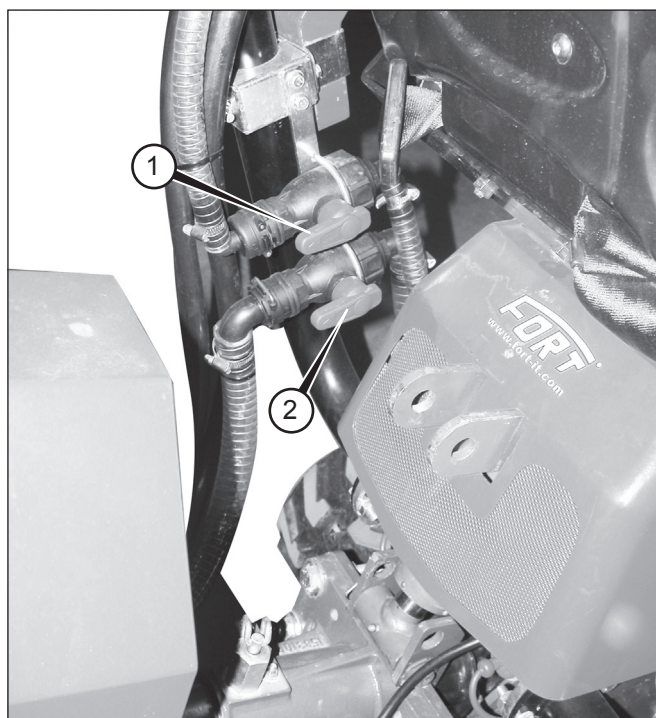

Fig. 14 - Rubinetti apertura/chiusura flusso
- Ruotare i due rubinetti (1 e 2 Fig. 14). Con tale operazione viene aperto il circuito di irrorazione.